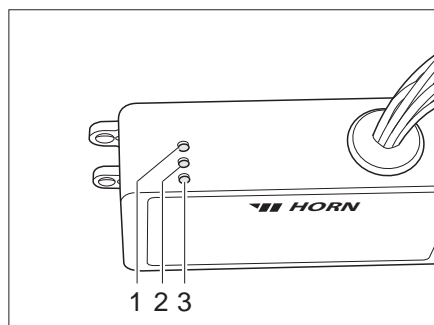

Bild 198 Regelgerät
Das Regelgerät (Bild 198) ist im Kleiderschrank eingebaut. Die Kontroll-Leuchten auf dem Regelgerät haben folgende Bedeutung:
- Kontroll-Leuchte (Bild 198,2) leuchtet grün: Regelung in Betrieb.
- Kontroll-Leuchte (Bild 198,1) leuchtet rot: Abwassertank wird beheizt.
- Kontroll-Leuchte (Bild 198,3) leuchtet rot: Abwasserleitungen werden beheizt.